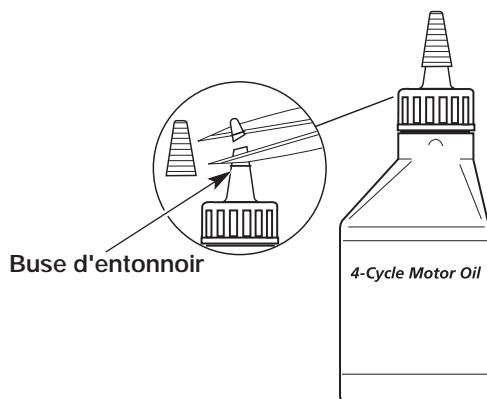

Figure 7
Votre appareil est livré avec une bouteille d'huile SAE 30 SF, SG, SH de 100 ml (3,4 oz) (Fig. 7).
1. Dévisser le bouchon de la bouteille d'huile et retirez le papier couvrant l'ouverture. Remplacez le bouchon. Coupez la pointe de la buse de l'entonnoir (Fig. 7).